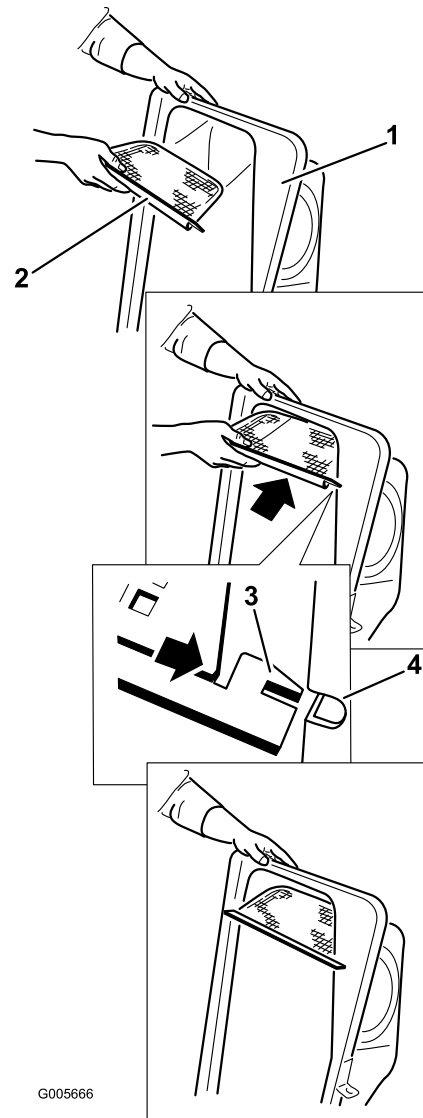

Figura 10
2. Montate la griglia come illustrato nella Figura 10 e verificate che sia inclinata verso i cestì di raccolta.